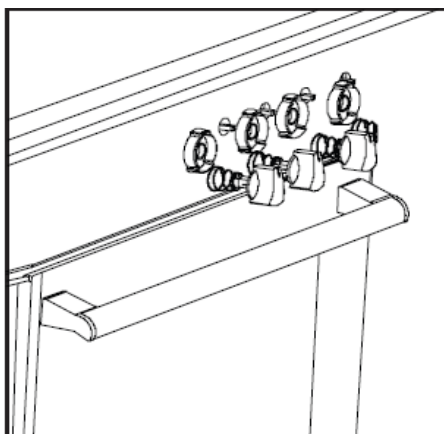

Figura 4
1. Puneți arzătoarele aragazului în poziția pentru flacără mică și scoateți butoanele de control ale aragazului de pe panoul de comandă (consultați figura 4).